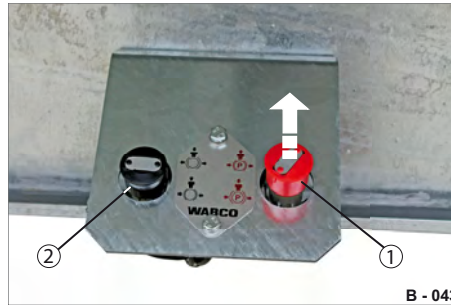

Abb. 46 Feststellbremse, pneumatisch
- ▶ Ziehen Sie die Federspeicher-Feststellbremse (Abb. 46/1). Der Anhänger ist gebremst.